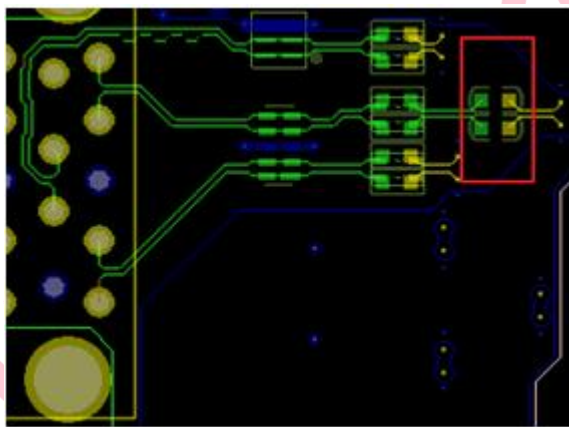

图 2.24 耦合电容 PCB 布局示意图
- TX 信号上串接的 100nF 耦合电容尽量靠近 USB 座并对称放置，图 2.24。